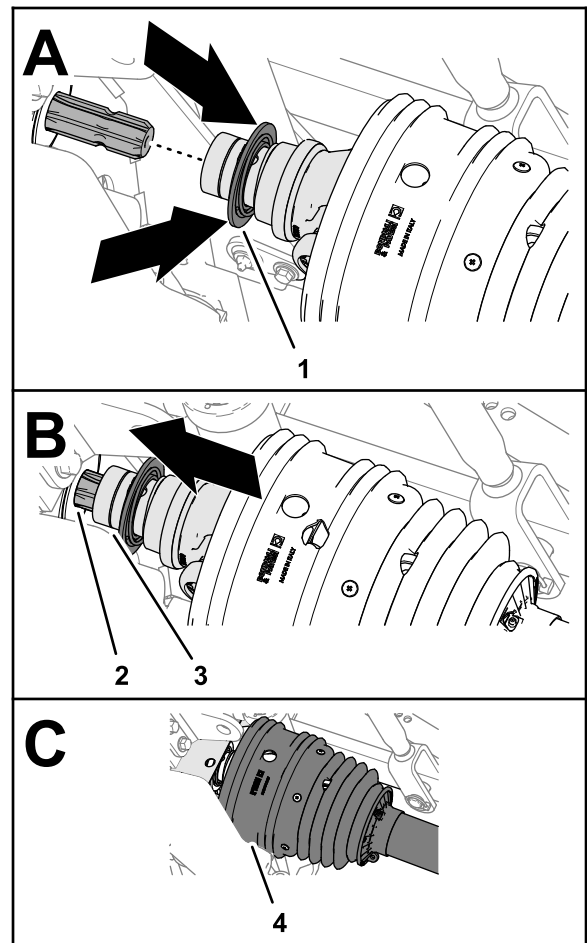

Figura 27
3. Tirate indietro il collare di bloccaggio della forcina dell'albero di trasmissione (Figura 27).
infilate la presa della forcella sulle scanalature dell'albero di uscita della PDF (Figura 27).
- Assicuratevi che lo schermo sia posizionato sulla forcella dell'albero di trasmissione (Figura 27).